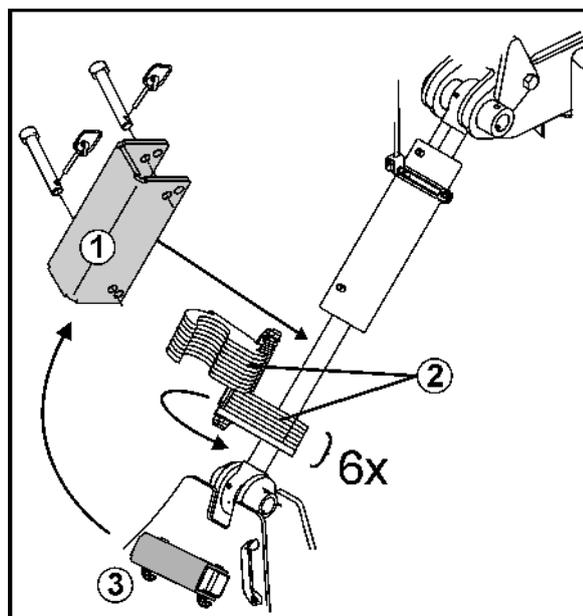

Fig. 8
Protection mécanique du vérin hydraulique du train de roulement (Fig. 8/1) contre tout abaissement involontaire des dents lors des travaux d'entretien.
Enlever tous les autres éléments d'écartement (Fig. 8/2) de la tige de piston par pivotement.
3. Retirer la protection de la position de stationnement (Fig. 8/3).